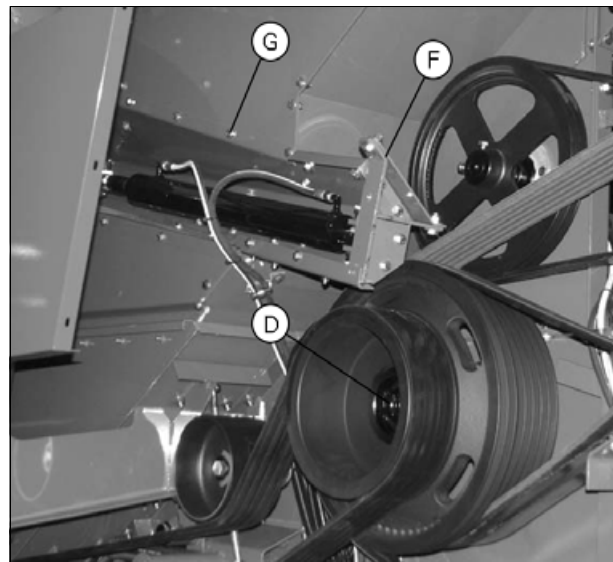

Рис. 3.
9. Отверните центральную гайку (D) рис. 3 и снимите шкив ременной передачи при помощи специального съемника (D86883410). Опустите шкив ременной передачи на пол при помощи крана или другого подъемного оборудования.
10. Отверните центральную гайку (C) и снимите шкив с вала.